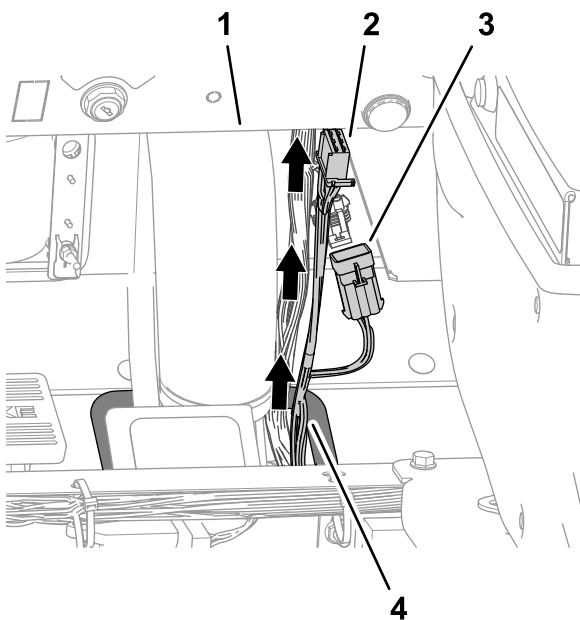

**Figure 18**
1. Acheminez la branche de 108 cm du faisceau du kit vers le haut, le long du faisceau avant de la machine et à travers le passe-câble situé dans le panneau de plancher (Figure 18).